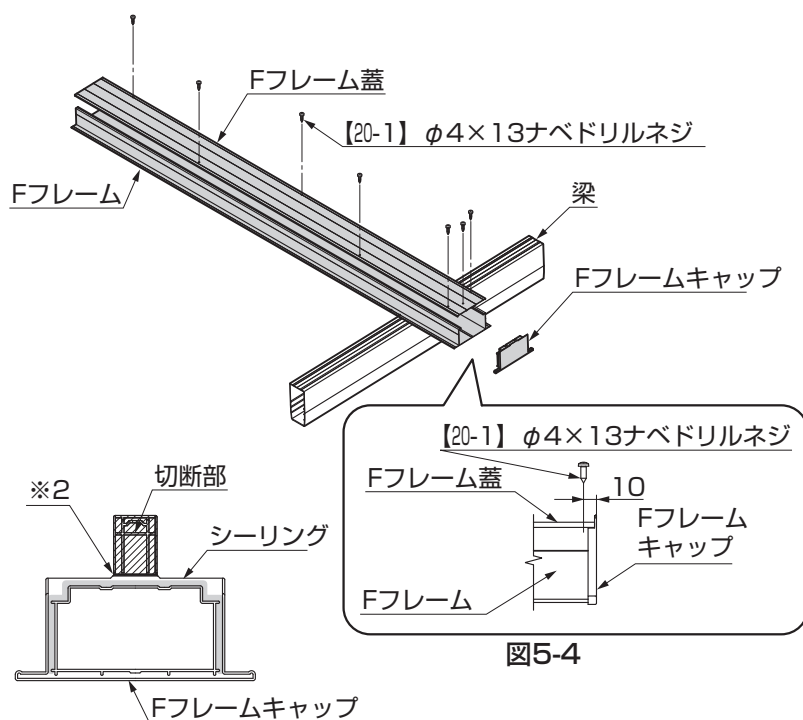

図5-5
- ②FフレームキャップをV溝に合わせ上部を切断し(※2)、シーリング材を充てんしてFフレームに取付けてください。(図5-5参照)
- ③Fフレームキャップを【20-1】で固定してください。